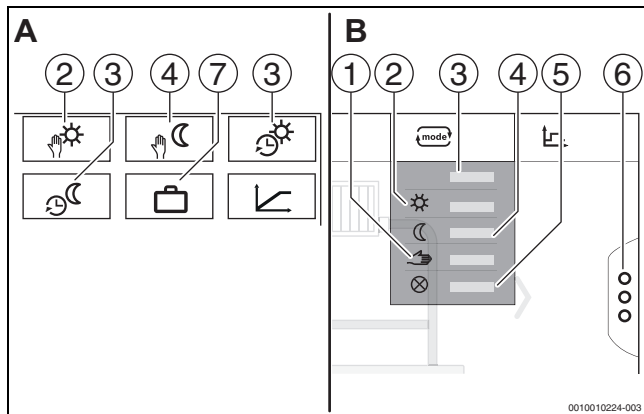
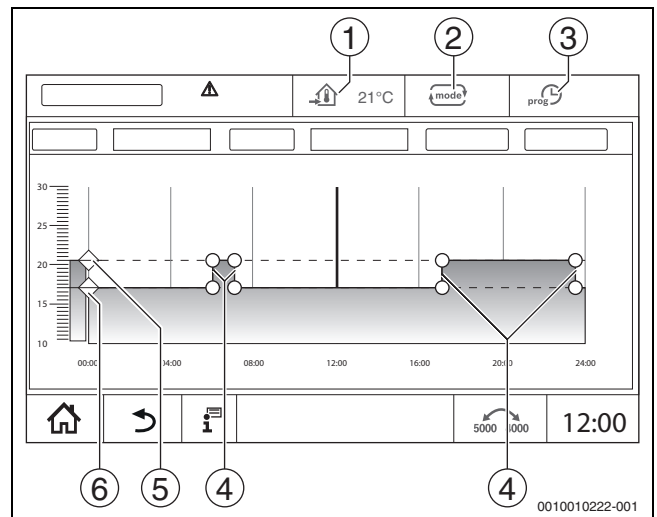

Fig. 37 Viste tipi di funzionamento
Fig. 38 Modificare Funzionamento in attenuazione automatico nel programma orario
Per i tipi di funzionamento (→ fig. 38, [2], pag. 61) e per le funzioni estese (→ fig. 37, [6], pag. 37) possono essere impostate temperature proprie e criteri di conversione propri. Le impostazioni possono essere effettuate separatamente per ogni singolo circuito di riscaldamento e per ogni tipo di funzionamento.
- **Esercizio di riscaldamento manuale** (→ fig. 37, [2])
- **Esercizio attenuato manuale** (→ fig. 37, [4])
- **Ferie** (→ fig. 37, [7])
Il **Funzionamento in riscaldamento automatico** si predefinisce con i parametri nel menu di servizio. I parametri possono essere modificati nel programma orario (→ fig. 38, [4], [5], pag. 61).
Il **Funzionamento in attenuazione automatico** si predefinisce con i parametri nel menu di servizio. I parametri possono essere modificati nel programma orario (→ fig. 38, [4], [6], pag. 61).
- Modificare le temperature spostando i punti (→ fig. 38, [5], [6]).